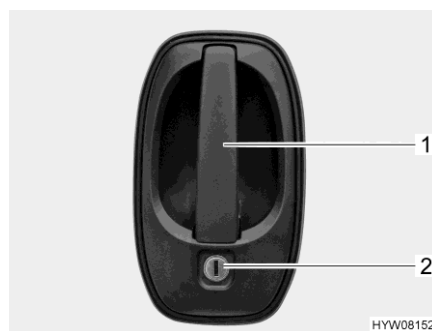

Fig. 40 Cerradura de la puerta
- Introducir la llave en el cilindro de cierre (Fig. 40,2) y girarla hasta que esté desbloqueada la cerradura de la puerta.
- Tirar del tirador de la puerta (Fig. 40,1). La puerta está abierta.
- Introducir la llave en el cilindro de cierre (Fig. 40,2) y girarla hasta que esté bloqueada la cerradura de la puerta.